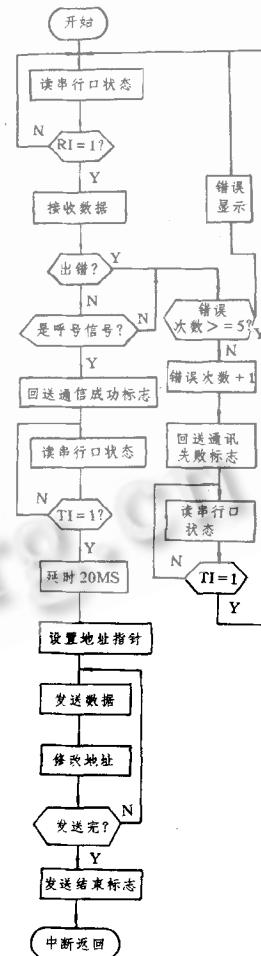

图 10 串行口中断服务子程序
(4) 8098 单片机通讯程序。8098 应与 8250 在数据格式上保持一致,故采用串行方式 3,即 1 帧数据由 11 位组成:1 位起始位,8 位数据位,1 位可编程第 9 位数据位,1 位停止位,也应设置偶校验,因而 SP—CON 的值为 OFH,波特率应为 9600 波特,当使用 12MHZ 晶振时,B=8013H。程序框图分别如图 8、图 9、图 10 所示: